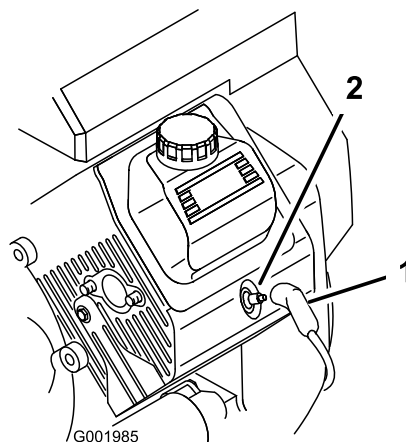

Figura 39
3. Staccate il cappello dalle candele (Figura 39).
3. Collegate i cappellotti alle candele (Figura 39).